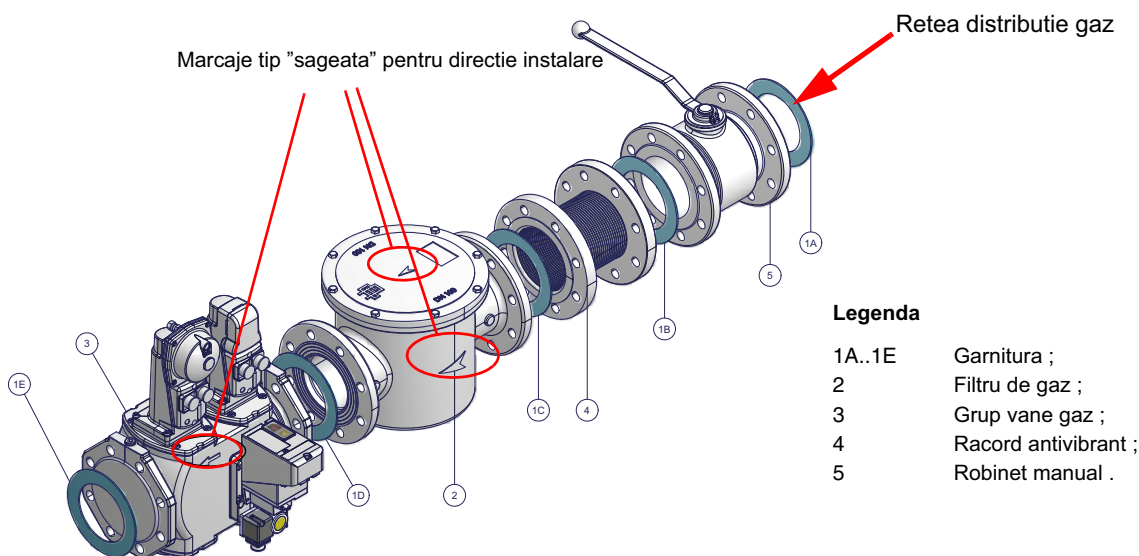

Fig. 2 - Exemplu de rampa de gaz
- 1-b) in cazul de racordari cu flansa : plasati o garnitura intre elementele de asamblat (poz. 1A..1E din Fig. 2) ;
ATENTIE : Imediat dupa ce instalatia de gaz este finalizata conform schemei din Fig. 2, se face testul de control al etanseitatii, conform procedurilor din reglementarile legale in vigoare .
ATENTIE : Dupa ce rampa de gaz a fost montata conform schemei din Fig.2, trebuie realizat un test de controlare al etanseitatii in conformitate cu procedurile din reglementarile legale in vigoare .